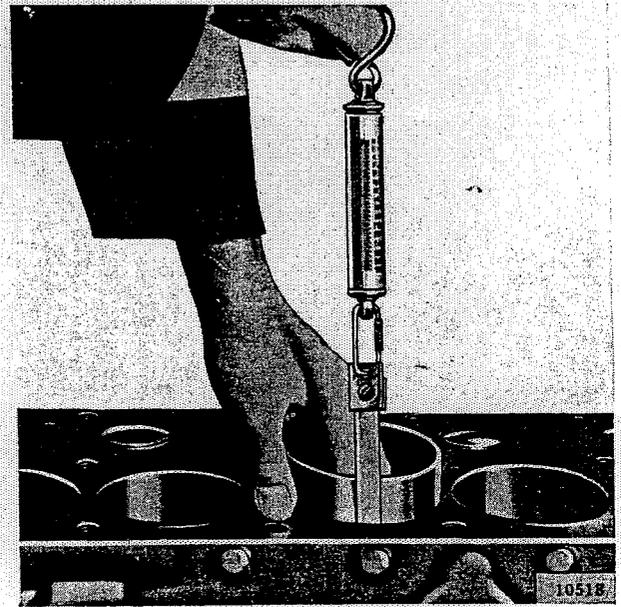

Fig. D-7 Einpassen der Kolben
- Nach dem Prüfen der Konizität und der Ovalität der Zylinderbohrungen – siehe D-35 – ist das Sitzen eines jeden Kolbens in seiner Bohrung bei Raumtemperatur und trockenen Teilen mit der Zugwaage, Werkzeug-Nr. C-690, und einer $.003'' = 0,076 \text{ mm}$ starken und 19 mm breiten Blattlehre zu prüfen. Der Kolben wird umgekehrt und von oben her in seine Bohrung eingeschoben, wobei die Lehre über die gesamte Kolbenlänge reichen und sich auf der dem Schlitz entgegengesetzten Seite befinden muss – siehe Fig. D-7. Die zum Herausziehen der Blattlehre benötigte Kraft sollte sich zwischen 5 bis 10 lb. = 2,3–4,5 kg bewegen. Liegt der festgestellte Wert über dem angegebenen, dann ist etwas nachzuhaken, befindet er sich darunter, sollte ein grösserer Kolben eingesetzt werden.